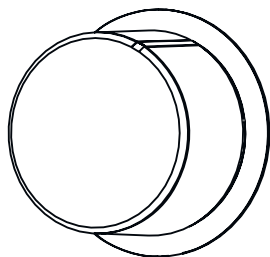

Fig. 16: Función "Pop out" on
- Presione hacia adentro para sacar el botón y luego ajuste (Fig. 16).